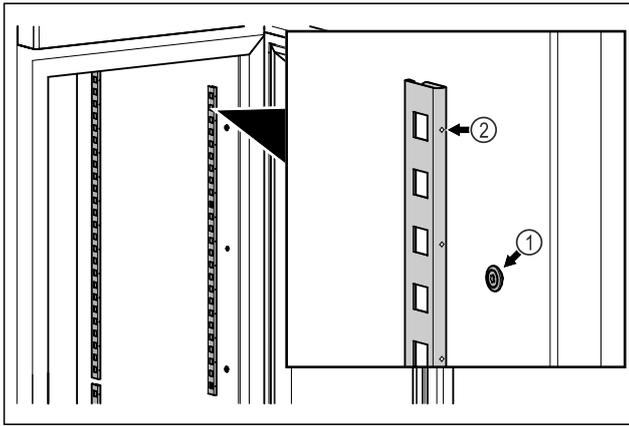

Fig. 48 Representación a modo de ejemplo
- ▶ Enganche la tira de sujeción Fig. 48 (1) en la suspensión. La marca Fig. 48 (2) debe apuntar hacia delante.